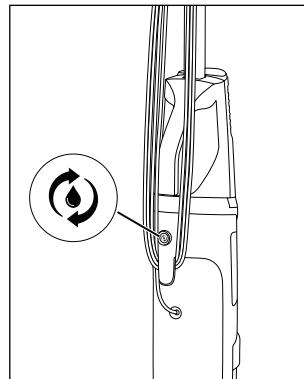

Fig. 32
- ◆ Pulse el interruptor de autolimpieza  **19** (consulte la fig. 32).